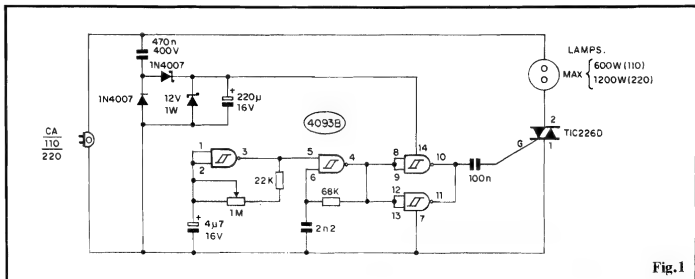

Fig. 1
- FIG. 1 - DIAGRAMA ESQUEMÁTICO DO CIRCUITO - Usando justamente um Integrado Digital C.MOS com função **Schmitt Trigger** (um 4093, com 4 **gates** NAND de 2 Entradas cada...), além de alguns outros pequenos "truques" economizadores e simplificadores, foi possível obter um circuito de alto desempenho, porém de custo e complexidade "lá em baixo"... O **gate** delimitado pelos pinos 1-2-3, juntamente com o resistor fixo de 22K, mais o potenciômetro de 1M e o capacitor eletrolítico de 4u7, formam um ASTÁVEL, de Frequência baixa, ajustável em boa faixa pela ação do potenciômetro... A saída desse ASTÁVEL (pino 3) é oferecida como sinal de controle para a Entrada de Autorização de outro ASTÁVEL, este centrado no **gate** delimitado pelos pinos 4-5-6 e trabalhando (quando autorizado...) em Frequência bem mais alta,